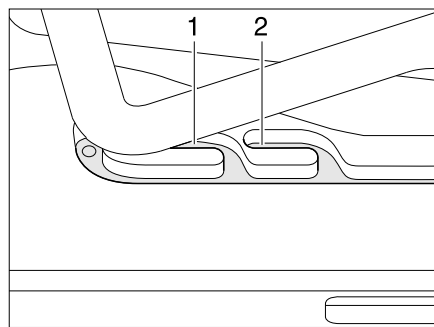
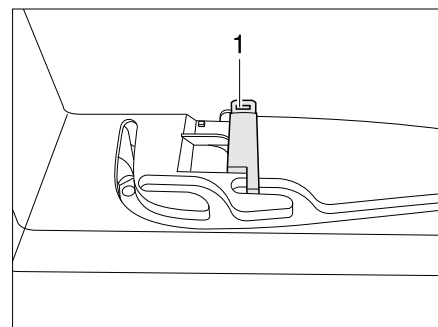

Fig. 45 Lanterneau Heki en position de ventilation
Fig. 46 Verrouillage position de ventilation
Il est possible d'amener le lanterneau Heki en deux positions de ventilation : Position pour mauvais temps (Fig. 45,1) et position intermédiaire (Fig. 45,2). Suivant le modèle, il est possible de verrouiller le lanterneau en position intermédiaire avec le verrou (Fig. 46,1).
- Pousser légèrement l'étrier vers le haut, le pousser dans la glissière choisie (Fig. 45,1 ou 2) et le verrouiller si nécessaire.